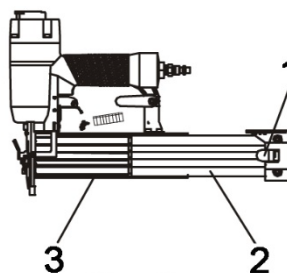

Fig 3
1. Tryck ned låset för att frigöra det rörliga magasinet och dra ut magasinet helt, se fig. 3.
2. Placera en uppsättning fästelement av rätt typ och storlek i det fasta magasinet (39). Magasinet rymmer upp till 100 fästelement.